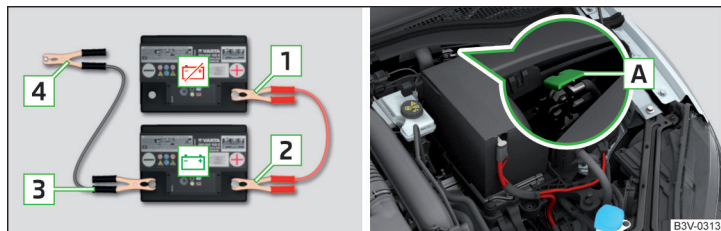

Fig. 339 Ayuda de arranque: - batería descargada, - batería que suministra corriente / punto de masa del motor en el sistema START-STOP
- En vehículos **con** el sistema START-STOP, fijar el borne **4** en el punto de masa del motor **A** » fig. 339.